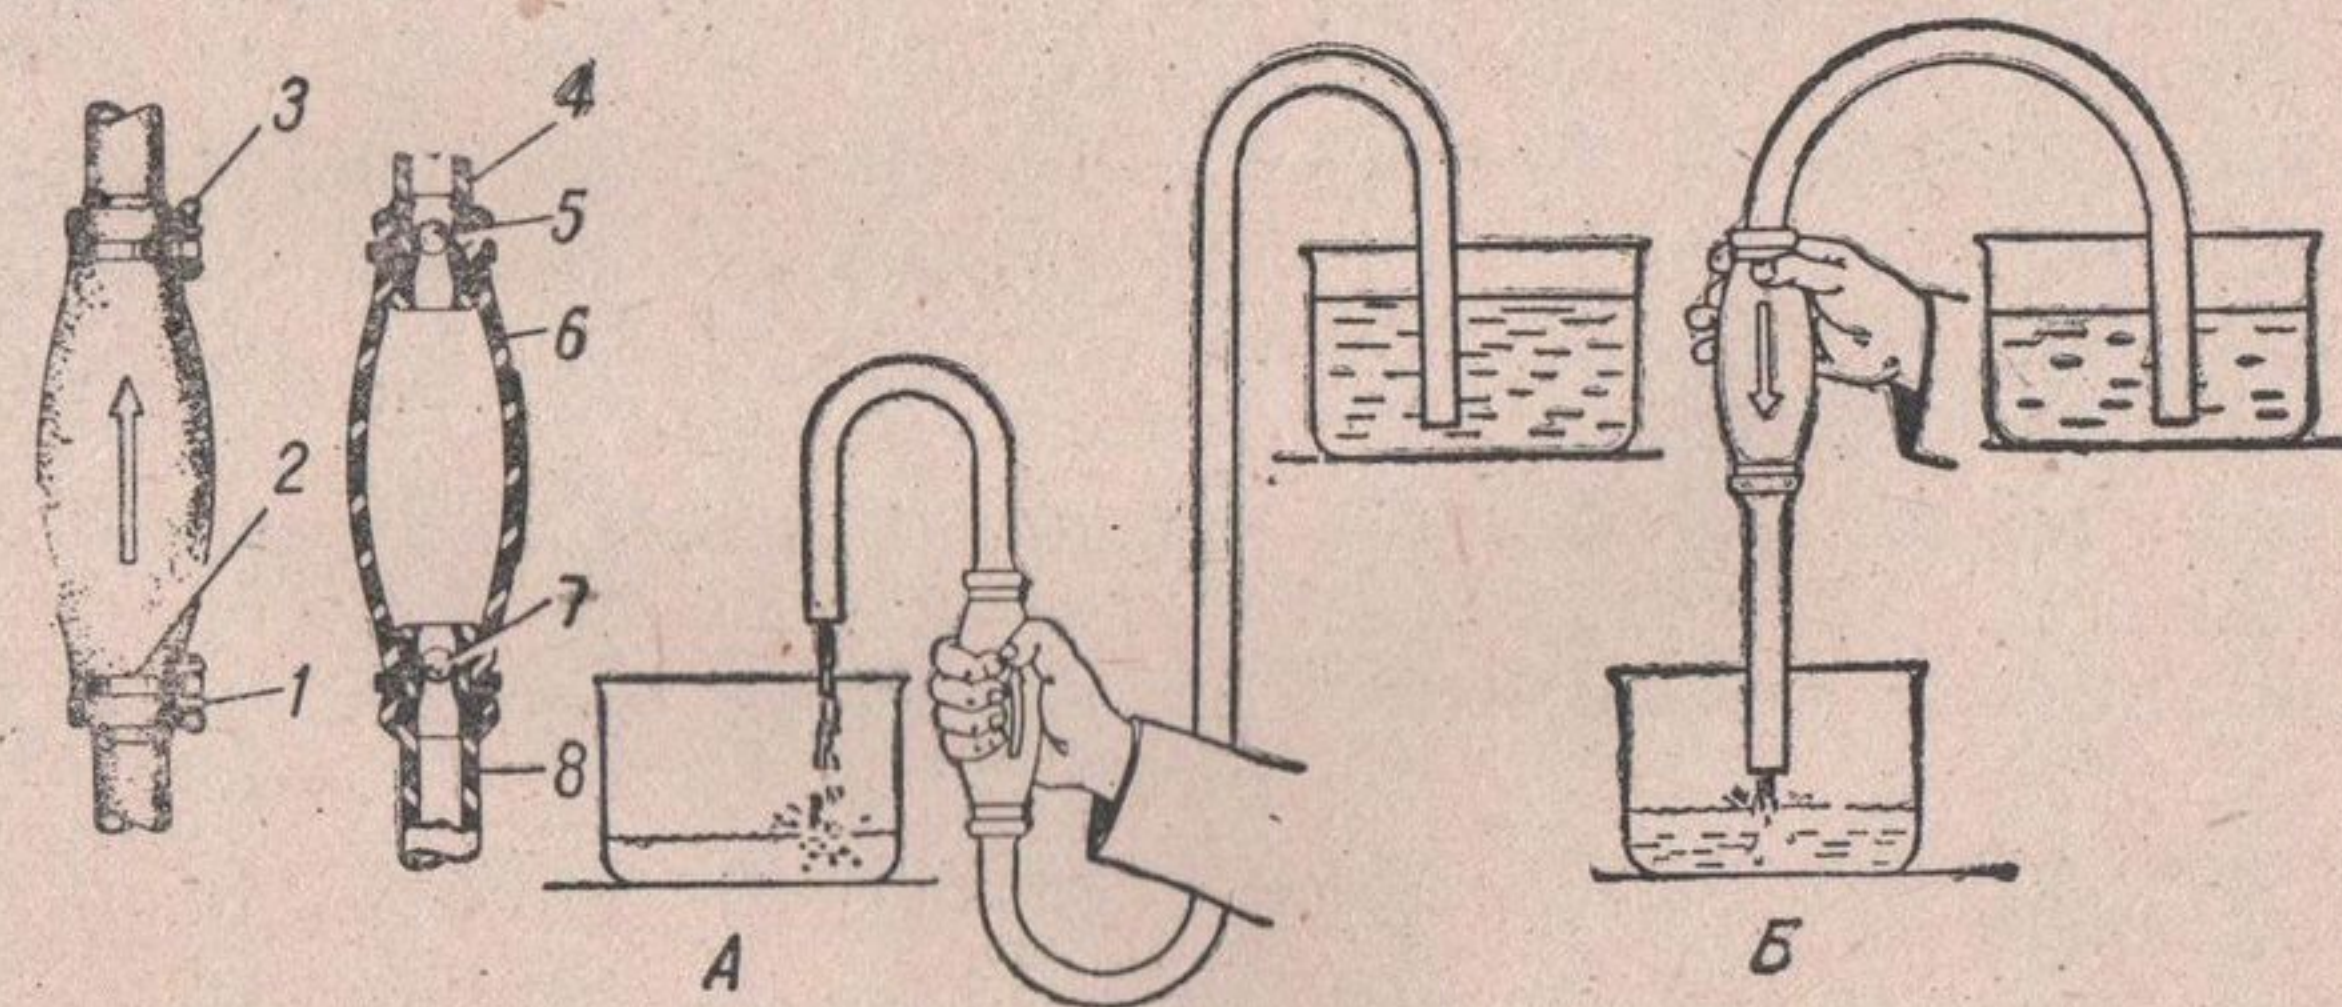

Рис. 42. Насос для переливания бензина:
Для переливания или перекачивания бензина с помощью насоса (рис. 42) следует:
2. Привести насос в действие сжатием и отпусканьем баллона рукой (рис. 42, А).
3. Как только бензин потечет, перевернуть баллон острием стрелки вниз. Сжатия баллона прекратить, и бензин потечет самотеком (рис. 42, Б).